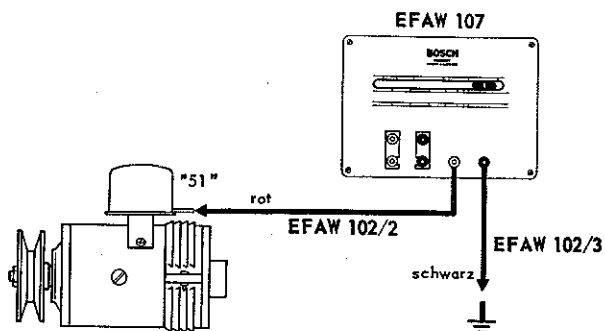

Bild 4
a) Wird der Belastungswiderstand **allein** verwendet, so ist der Anschluß nach Bild 4 vorzunehmen. Die dort gezeichneten Prüfkabel gehören als Normalzubehör zum Volt-Ampère-Tester EFAW 102.